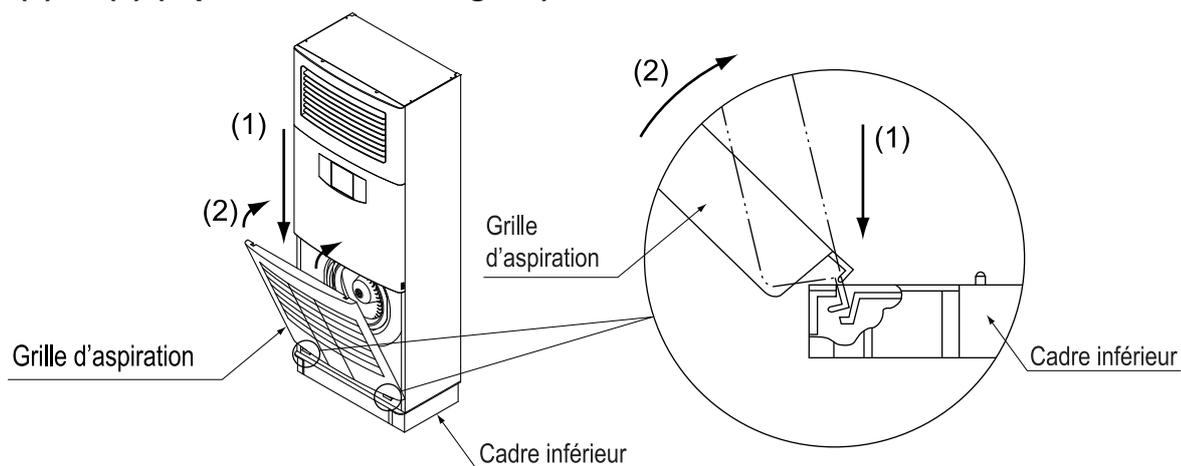

Fig. 40
1. Accrochez la grille d'aspiration sur la rainure du cadre inférieur de l'unité dans l'ordre (1) → (2) (reportez-vous à la fig. 40).